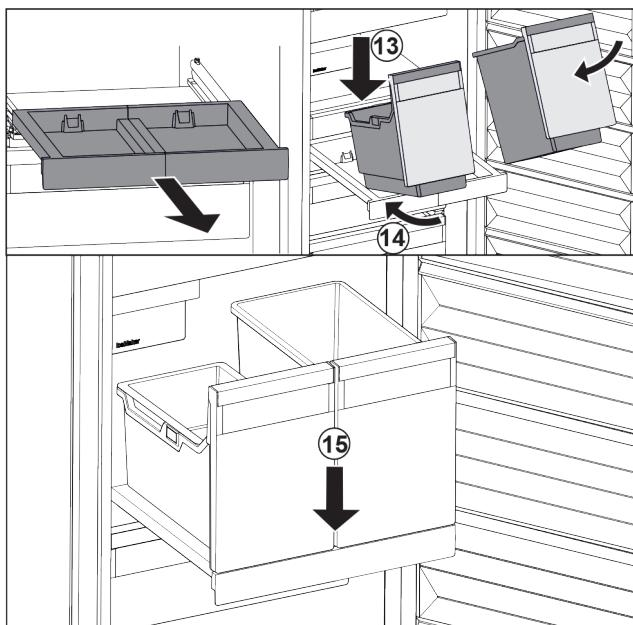

Fig. 129
- Nasadte nádobu šikmo na vyťahovaciu poličku. Fig. 129 (13)
- Zasuňte nádobu šikmo dozadu. Fig. 129 (14)
- Zložte nádobu vpred. Fig. 129 (15)